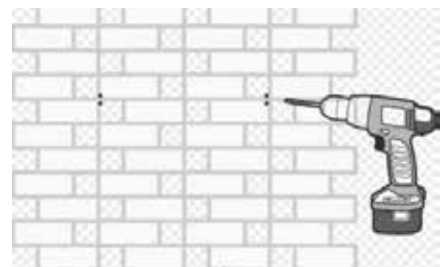

Рис. 3-12
3. В соответствии с отмеченным положением, используйте электрическую дрель (Рис.3-12), чтобы просверлить 4 отверстия диаметром 10 мм в стене для установки дюбелей М6. Глубина отверстий должна быть больше 70 мм.